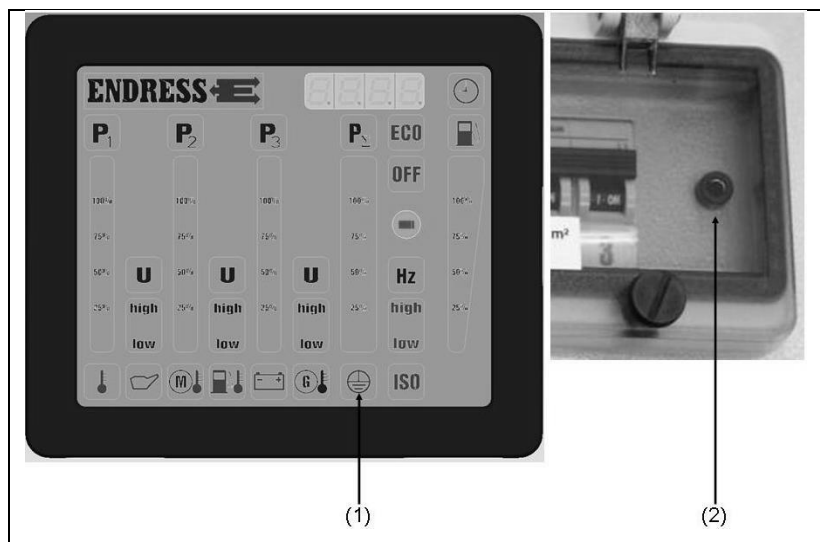

Abb. 4-4: Schutzleiter prüfen
1. Prüfkabel in Buchse (Abb. 4-4-(2)) einstecken.
Die Prüflampe (Abb. 4-4-(1)) am Multifunktionsdisplay zeigt das Ergebnis an: